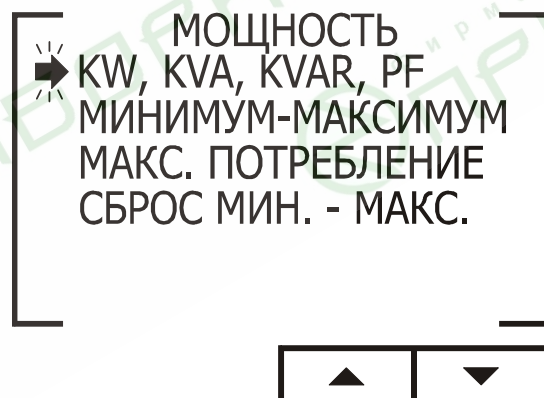

Рис. 27
2. Нажмите «Enter», на дисплее появится экран настройки режима вывода значений мощности и коэффициента мощности (рис. 27):